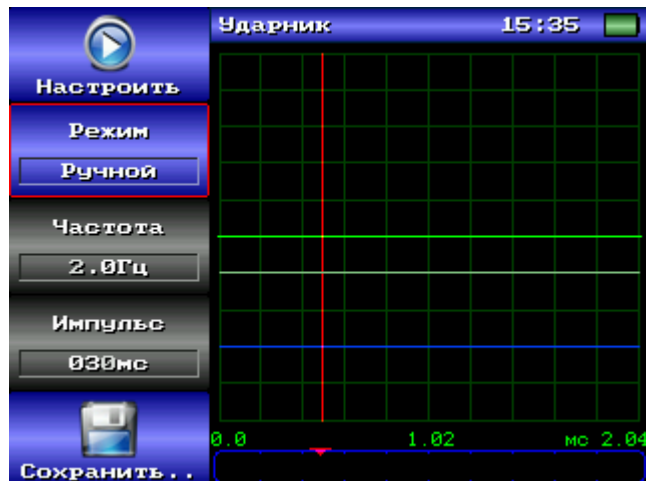

Рисунок D. 5 Режим «Ударник».
D.2.3.2 В главном меню выбрать режим «Ударник» (Рисунок D. 5). Выбрать в параметре «Режим» значение «Ручной».